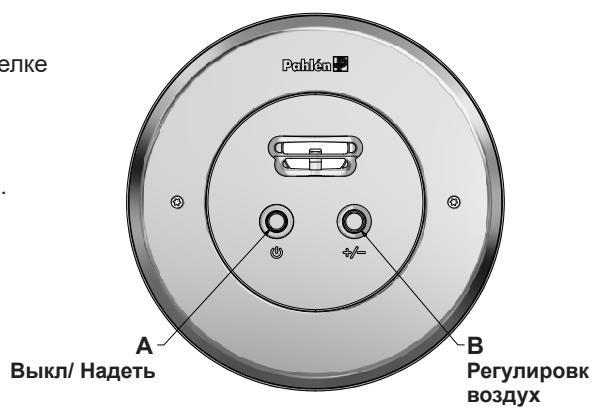

Рисунок 2. Передняя сторона (Classic)
1. Запустите струю с помощью нажимной кнопки (A Рисунок 2).
2. Подачу воздуха можно регулировать рукояткой (B).
3. Выключите струю с помощью нажимной кнопки (A Рисунок 2).